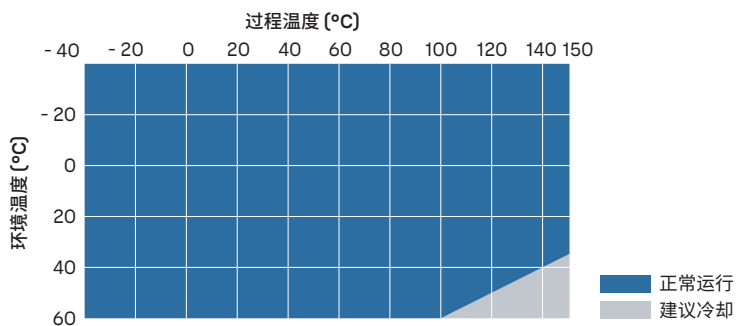

图 44 过程温度和建议冷却措施
- 根据图 44 (第 222 页)，使用额外的冷却措施。请注意，图中的温度数值是概数。所需的具体冷却数值取决于安装位置和环境。